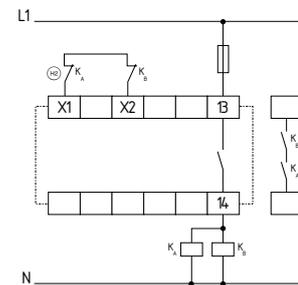

Fig. 17
**Circuito mediante dos canales con circuito de realimentación (véase fig. 17)**